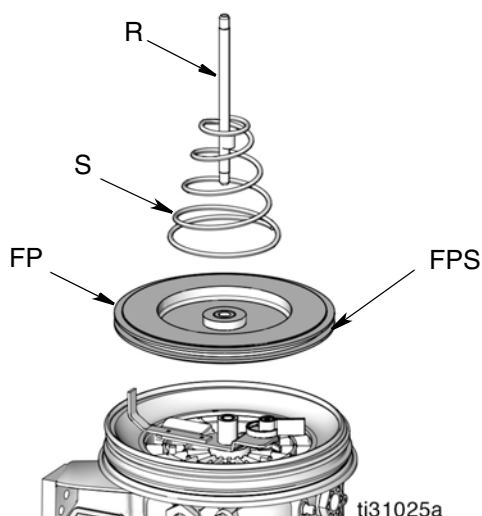

FIG. 3
7. Si se ha montado un plato seguidor en la bomba, verifique que se han desmontado las siguientes piezas con el depósito (FIG. 3):
- Resorte (S)
- Plato seguidor (FP)
- Varilla (R)